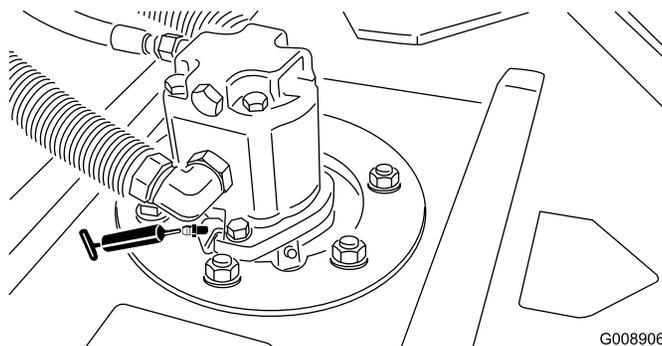

Figura 40
- Cuscinetti dell'asse del perno dell'apparato di taglio (1 per apparato di taglio) (Figura 40)